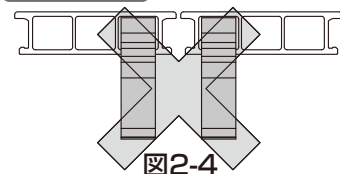

図2-4
- 連結部の正面幕板B取付材(床板固定用)は、1枚の床板に2個取付けてください。2枚にまたがないでください。(図2-4参照)